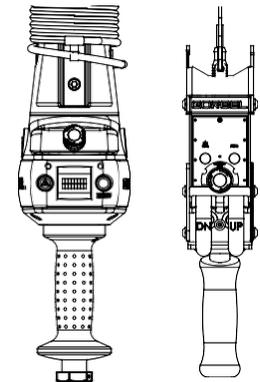

Fig. 3. Impugnatura scorrevole\* in linea e impugnatura a tirante.
- 3) Impugnatura (Fig. 3):** L'impugnatura è l'interfaccia principale tra l'operatore e il dispositivo di sollevamento. **Consultare la sezione Funzionalità del dispositivo di sollevamento (pag. 25) e la sezione Funzioni dell'interfaccia dei comandi (pag. 28) per le funzionalità supplementari dell'impugnatura.** L'impugnatura scorrevole Gorbel® può alloggiare un gancio di carico Gorbel® o attrezzi (di terzi). La strumentazione deve essere conforme alle linee guida stabilite da Gorbel Inc. (**consultare le Linee guida per l'integrazione di attrezzi a pag. 3**). Un'integrazione inadeguata di attrezzi comprometterà la qualità delle prestazioni e causerà un guasto prematuro di G-Force®.